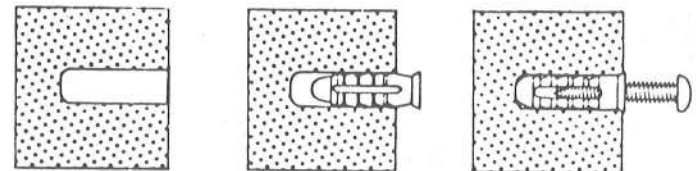

図7
- コンクリート、ブロック、レンガ等に取り付ける場合(図7参照)
- ① 取り付け場所にドリルで直径(約)5mm×深さ(約)30mmの穴をあけてください。
- ② 金槌で軽くたたきながら付属のプラグを打ち込んでください。取り付け面からプラグの面が突き出さないようにしてください。
- ③ 付属の取り付けネジで固定してください。